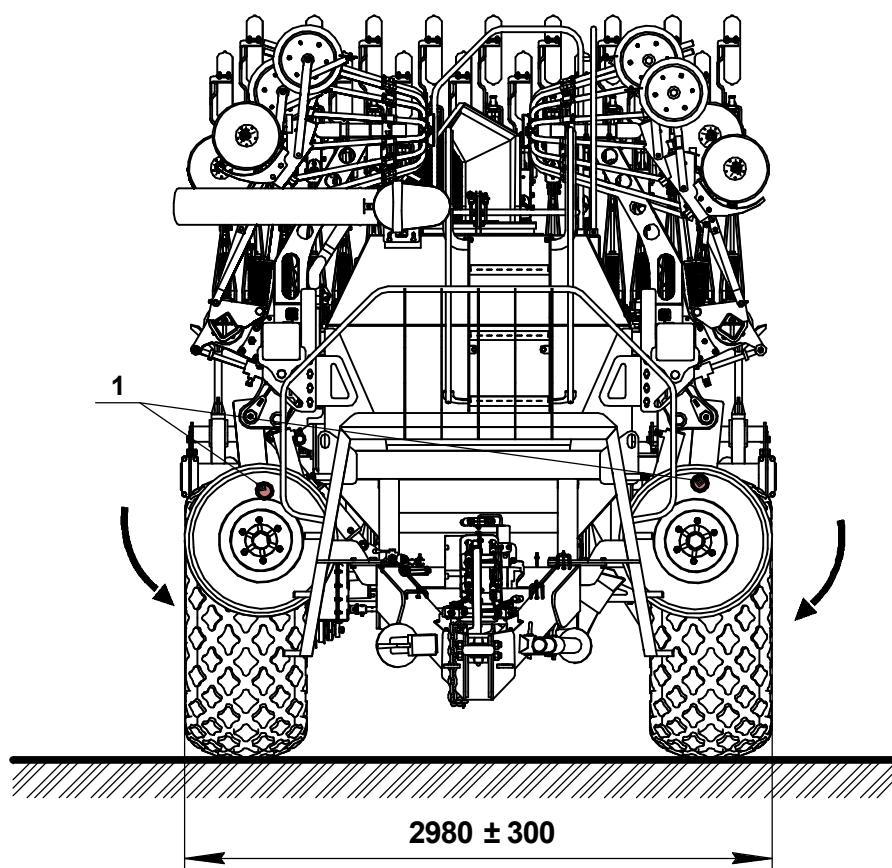

Рис.5.3.9 - Ширина посевного комплекса в транспортном положении.
**ВНИМАНИЕ!!!** Сведение опорных колёс к бункеру обеспечит транспортную ширину **3 метра** (рис.5.3.9)